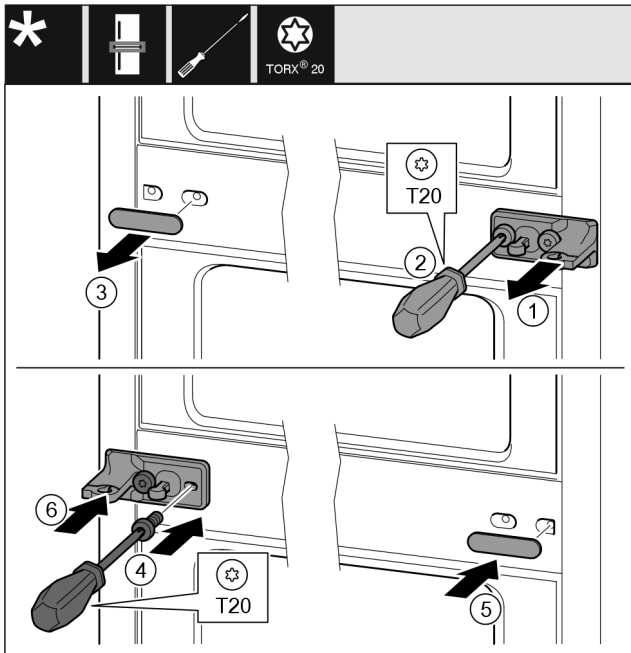

Fig. 13
- ▶ 拆下垫片 Fig. 13 (1)。
- ▶ 用螺丝刀将螺钉 Fig. 13 (2) 旋开。
- ▶ 小心拆下盖板 Fig. 13 (3)。
- ▶ 将带薄膜的托架 Fig. 13 (4) 旋转 180° 至另一侧拧紧。
- ▶ 将盖板 Fig. 13 (5) 旋转 180° 至另一侧装上。
- ▶ 从前面推入垫片 Fig. 13 (6)。